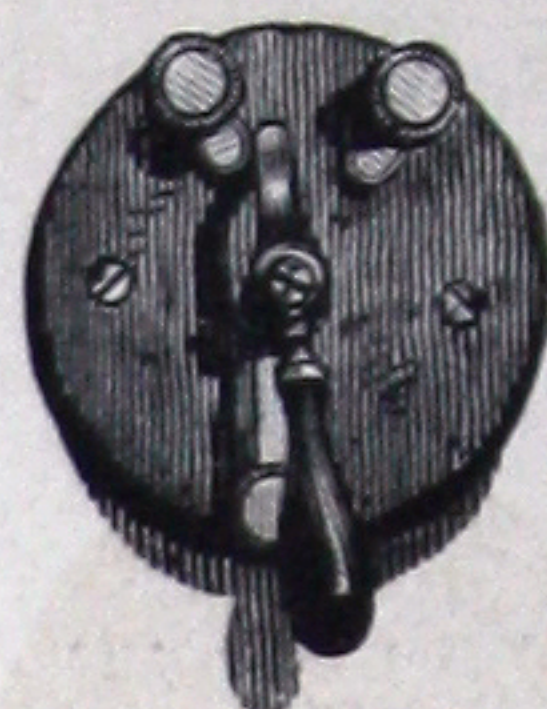

Fig. 12
- 52 **Commutateur** à manette, socle acajou, à 2 directions (fig. 12) 7 »